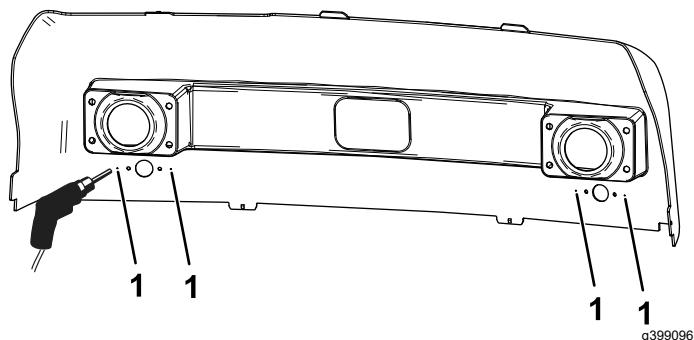

図 22
2. フードの内側で、方向指示器ライト用の穴の隣にある印4ヶ所を探し出し、その位置に図 22 のように直径 6 mm の穴を開ける。